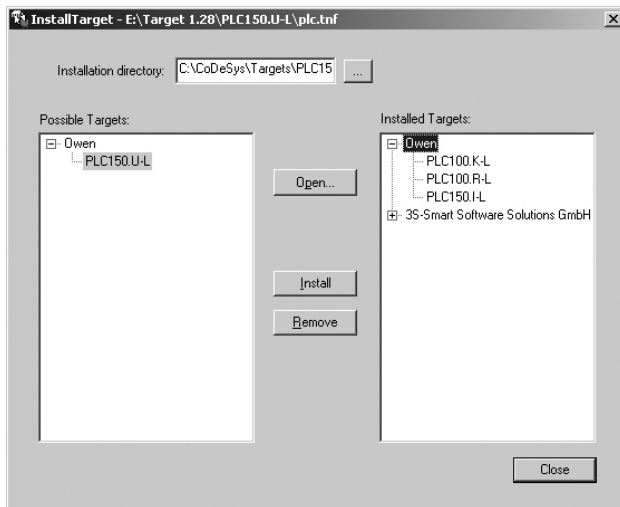

Рисунок 6.1 - Окно «InstallTarget» утилиты InstallTarge
1) В открывшемся при запуске утилиты **InstallTarget** окне (рисунок 6.1) – нажать кнопку Open и указать путь доступа к инсталлируемому Target-файлу (имеющему расширение *.tnf, Target Information File). Target-файлы контроллеров OWEN ПЛК150 находятся на компакт-диске, поставляемом с контроллером, в папке «Target» или могут быть скачаны с сайта www.owen.ru. При скачивании с сайта папку с Target-файлами надо разархивировать и сохранить на жестком диске ПК.